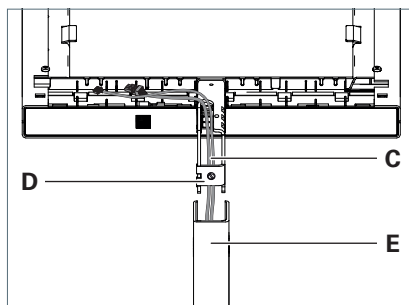

Fig. 2 : Monter la tête du luminaire sur le bras vertical.
- ▶ Passer les câbles **C** par le bas dans le bras de support **D** sur la tête de luminaire et enficher entièrement le bras de support dans le bras vertical **E**, voir Fig. 2.